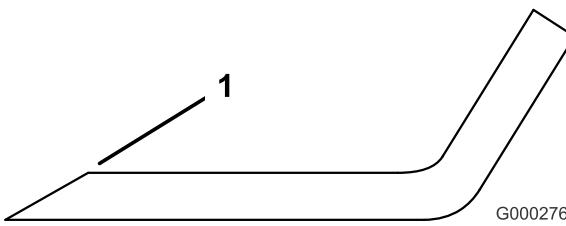

Figura 73
1. Afie a extremidade de corte em ambas as extremidades da lâmina (Figura 73). Mantenha o ângulo original. A lâmina manterá o equilíbrio se for retirada a mesma quantidade de material de ambas as extremidades de corte.